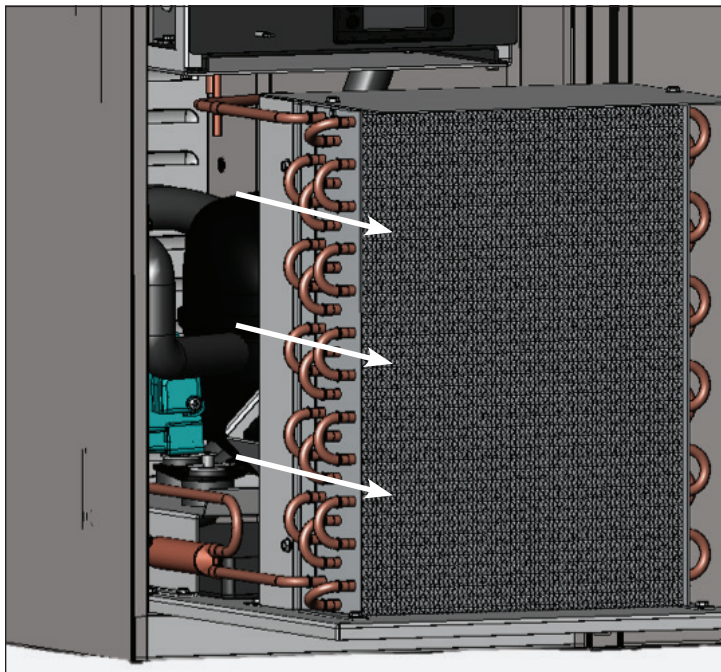

Рис. 7. Осторожно выдвиньте конденсаторный блок.
8. Осторожно выдвиньте конденсаторный блок (трубные соединения являются гибкими). См. рис. 7. Осторожно продувайте змеевик сжатым воздухом или CO₂, пока он не очистится.